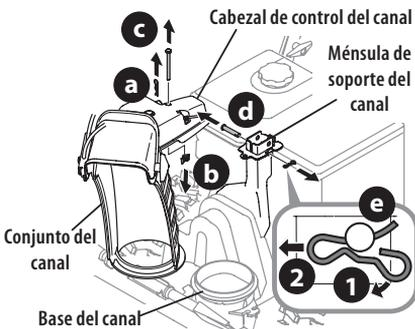

Figura 19
1. Retire el broche de horquilla (a), la tuerca de mariposa (b) y el tornillo hexagonal (c) del cabezal de control del canal, y el pasador de horquilla (d) y pasador de chaveta con unión curva (e) de la ménsula de soporte del canal (Figura 19).